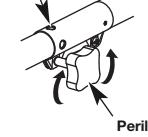
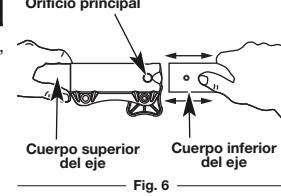

Fig. 4
Fig. 6
- Para aflojar, gire la perilla en sentido contrario a las agujas del reloj (Fig. 4).
- Mientras sostiene el accesorio con firmeza, empuje en línea recta hacia dentro del acoplador hasta que el botón de desconexión encaje firmemente en el agujero principal (Fig. 6).
- Para apretar, gire la perilla en el sentido de las agujas del reloj (Fig. 4).
**PRECAUCIÓN:** Antes de operar esta unidad, cerciórese de que el botón de liberación esté completamente encajado en el orificio principal (Fig. 6) y de que la perilla (Fig. 4) esté bien apretada.
Para hacer cortes (orillados) decorativos con el accesorio de corte del cabezal de línea, trabe el botón de desconexión del accesorio en el interior del orificio de 90° (Fig. 4).
- Al tiempo que sujetá firmemente la caja del eje superior, saque el accesorio del acoplador (Fig. 6).